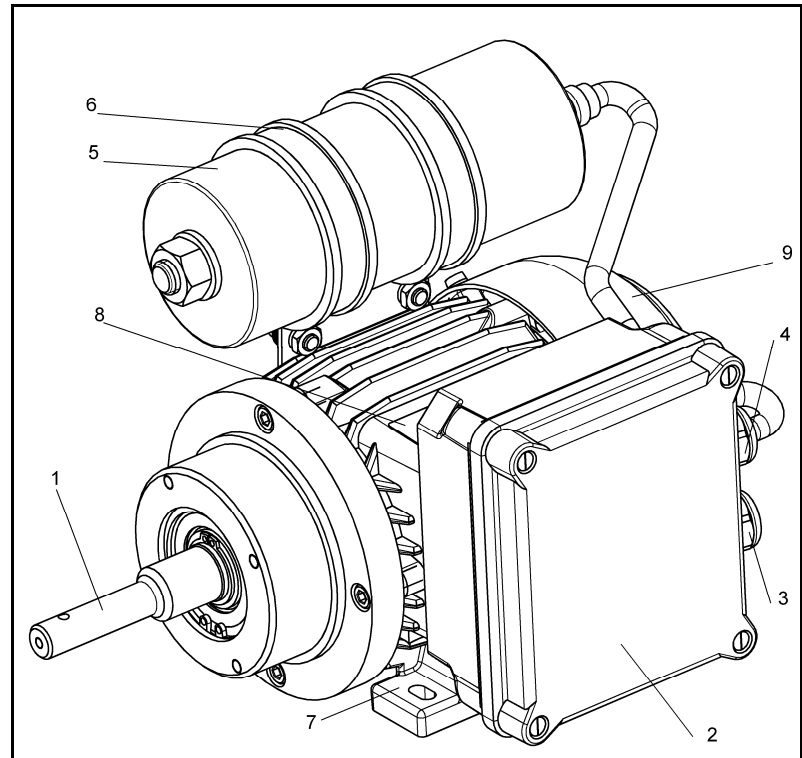
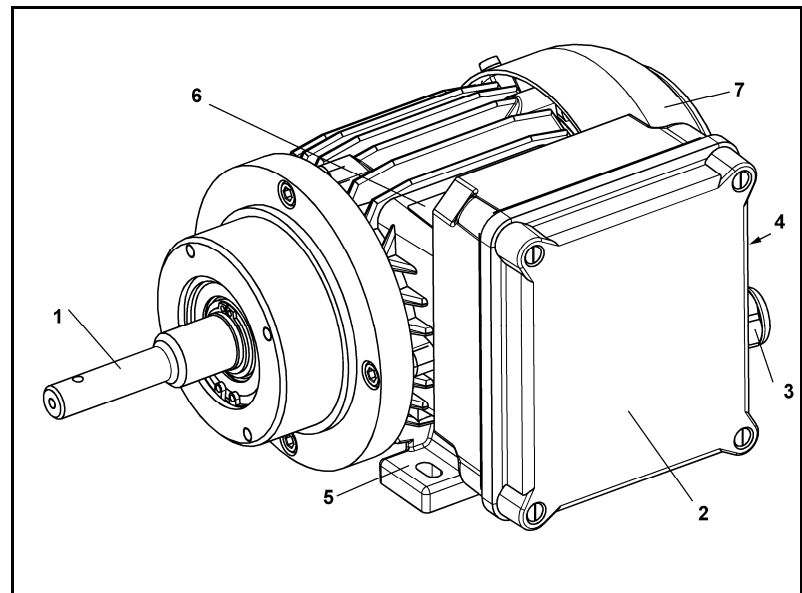

Fig. 1: KNF-Kondensatormotor M 56 Ex-Ausführung
Fig. 2: KNF-Drehstrommotor M 56 Ex-Ausführung
2. Klemmkastendeckel (siehe Fig. 1/2, S. 11 bzw. Fig. 2/2, S. 11) öffnen.
Zum Netzanschluss befindet sich im Klemmkasten ein Klemmbrett und eine Kabelverschraubung mit Gewinde M 16 x 1.5 (Fig. 1/3, S. 11, bzw. Fig. 2/3, S. 11). Der Klemmbereich dieser Kabelverschraubung liegt zwischen 5 mm und 10 mm.